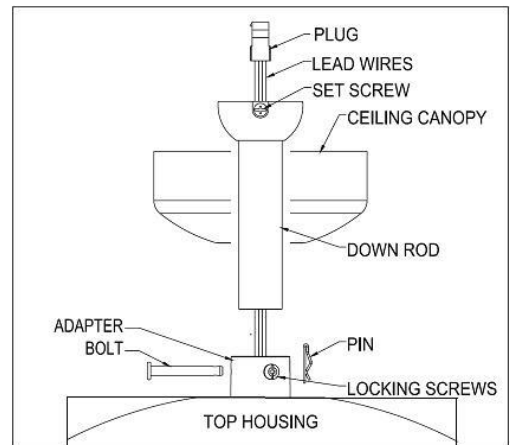

Abb. 4
4. Das Hängerohr in die Aufhängestange schieben (siehe Abb.4) die Löcher der Aufhängestange auf die Löcher des Hängerohrs ausrichten und Bolzen einsetzen. Anschließend den Stift bis zum Ende des Bolzen einschieben.